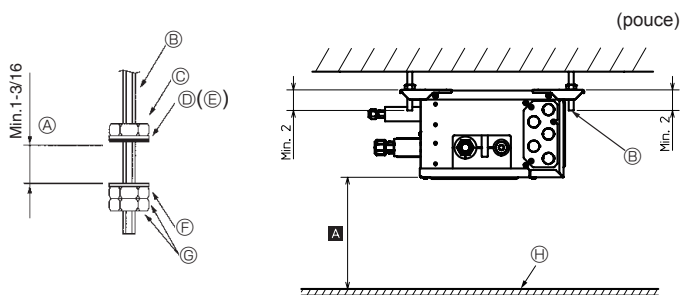

Fig. 6-1
- (2) Fixer les rondelles et les écrous (①, ②, à acheter localement) sur les boulons de suspension. (Fig. 6-1)
- (3) Accrocher l'appareil sur les boulons de suspension.
- (4) Serrer correctement les écrous (vérifier la hauteur de plafond).
- (5) Utiliser un niveau pour ajuster le boîtier de dérivation à l'horizontale.
- ① Une fois l'appareil suspendu et les écrous correctement fixés
② Boulon de suspension
③ Ecrou
④ Rondelle (avec amortisseur)
⑤ Vérifier que le plan de joint des matrices est orienté vers le bas
⑥ Rondelle (sans amortisseur)
⑦ Ecrou (à acheter localement)